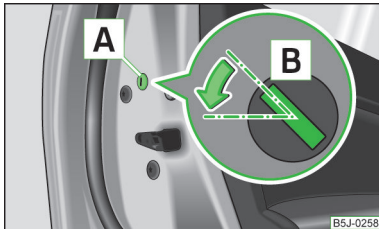

Fig. 13
- > Desmonte el paramento **A** » fig. 13.